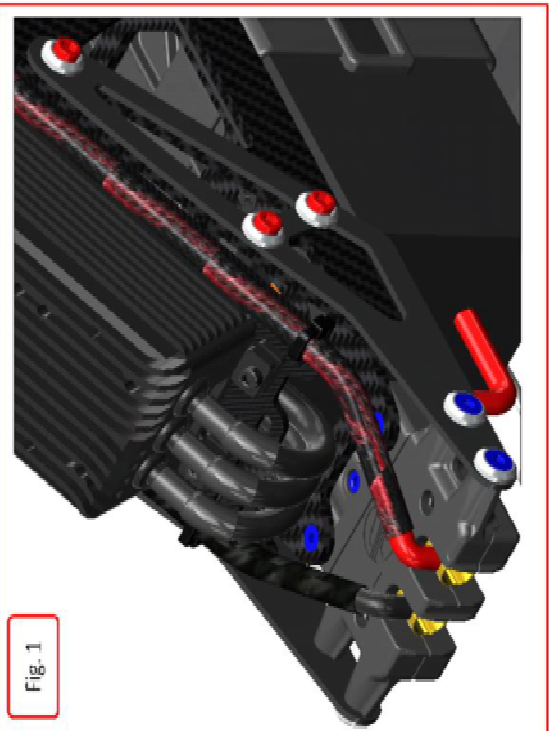

Fig. 1
- M3 Schrauben des Stecksocket etwas lösen-siehe Fig. 1